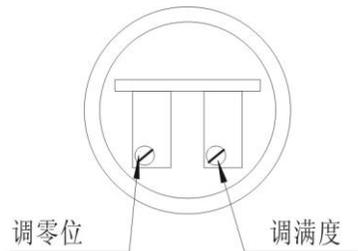

图 9-1 910X/Z 变送器零点满度
2. 旋开变送器 Hirschmann 接头即可看到零点（W1）和满程（W2）调节电位器（如图 9-1）所示。